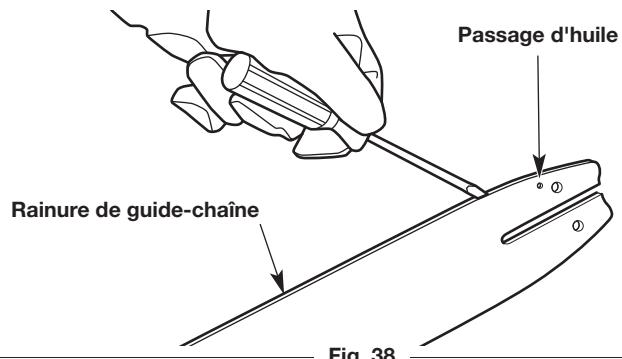
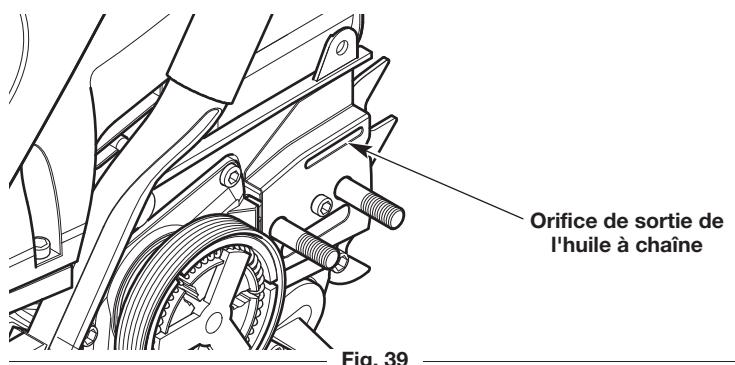

Fig. 38
Fig. 39
2. Nettoyez la rainure de la tige de guidage et les passages d'huile chaque fois que la chaîne est enlevée, lorsque l'appareil a été largement utilisé ou lorsque la chaîne semble sale. Utilisez un tournevis, un couteau à mastic, une brosse d'acier ou un instrument similaire pour enlever les débris de la rainure de la tige de guidage (Fig. 38). Utilisez un petit fil souple pour enlever les débris du trou d'évacuation d'huile de la chaîne (Fig. 39).